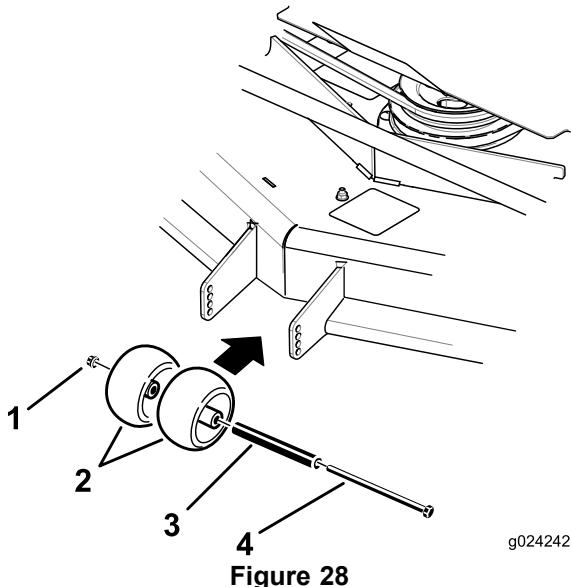
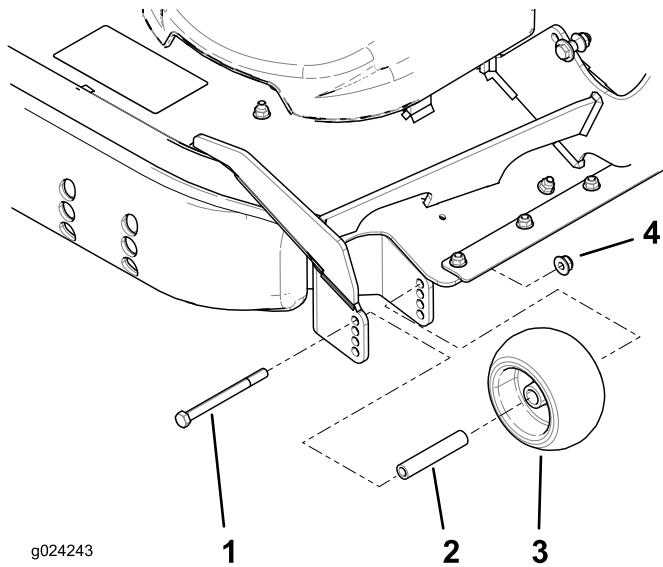

Figure 28
Figure 29
- Réglez les galets anti-scalp comme montré à la Figure 28 et la Figure 29 en fonction de la position de hauteur de coupe la plus proche.